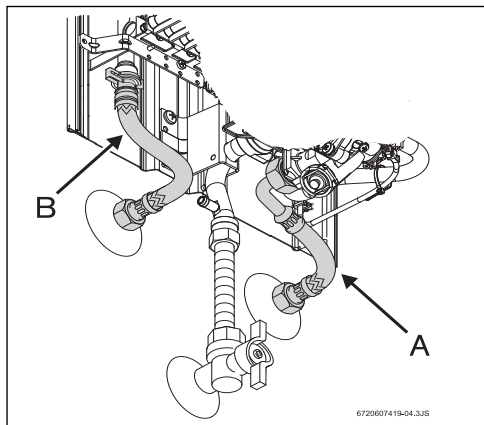

Fig. 12 Raccordement d'eau
- Identifier le tuyau d'eau froide (Fig. 12, [élément A]) et le tuyau d'eau chaude (Fig. 12, [élément B]), afin d'éviter l'éventualité d'une fausse connexion.